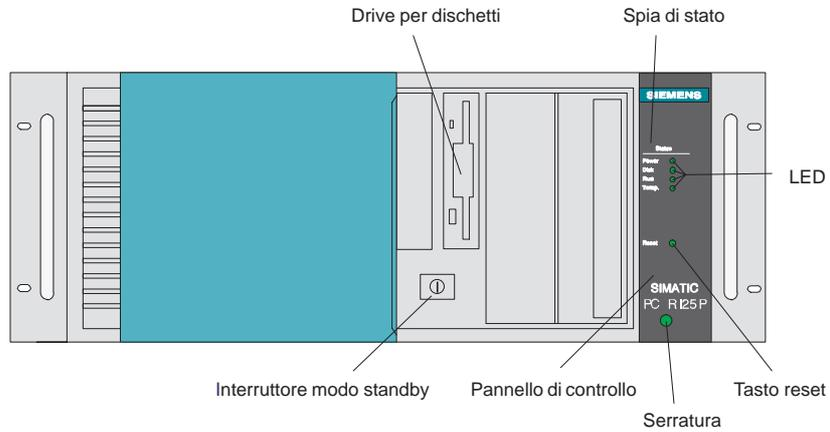

Figura 3-1 Elementi di comando del SIMATIC PC
**Lato frontale** Prima di accendere il SIMATIC PC è importante avere individuato i suoi elementi di comando. La figura 3-1 mostra gli elementi presenti sul lato frontale del PC.